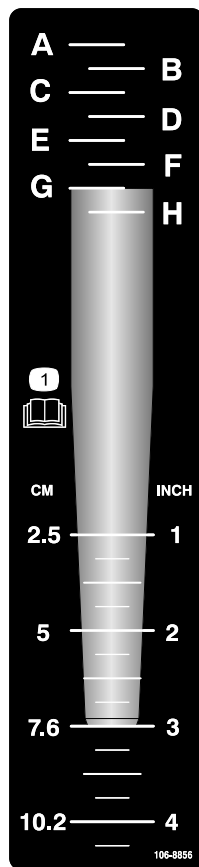

図 20
1. 実際に使用するタイヤを手に持ち、タイヤの先端を 図 20に示すステッカー上の希望する穴あけ深さ位置に当ててる。
2. タインの頭側で、ステッカーに示されているアルファベットを読み取る (図 20)。深さコントロールを、そのアルファベット位置に合わせる。